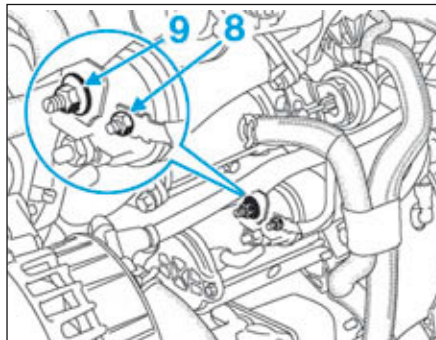

FIG.11
- le connecteur (5) du faisceau de l'alternateur,
- le connecteur (6) du capteur de pression d'huile.
- Dégrader le faisceau de la durite d'entrée de la pompe à eau (7).
- l'écrou (8) d'excitation (Fig.11),
- l'écrou (9) d'alimentation du démarreur.